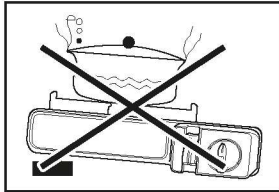

Рис. 2
- Располагайте печь на плоской, устойчивой поверхности (смотрите рис.2);